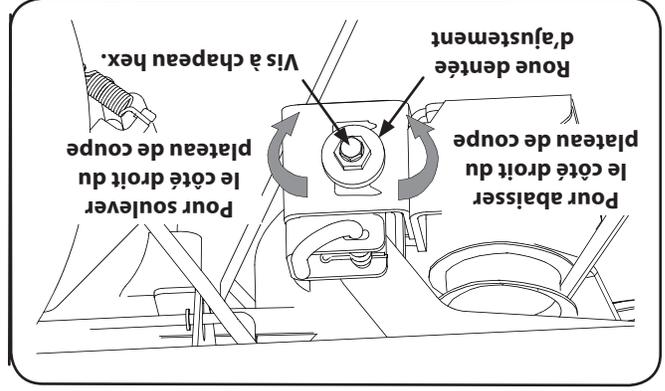

Figure 6-5
7. Mettez le plateau de coupe de niveau en utilisant une clé à chapeau hex. que vous venez de desserrer) vers la droite pour abaisser le côté droit du plateau de coupe ou vers la gauche pour le relever. Voir la Figure 6-5.
6. Desserrez (sans l'enlever) la vis à chapeau hex. du support d'accrochage droit du plateau de coupe. Voir la Figure 6-5.